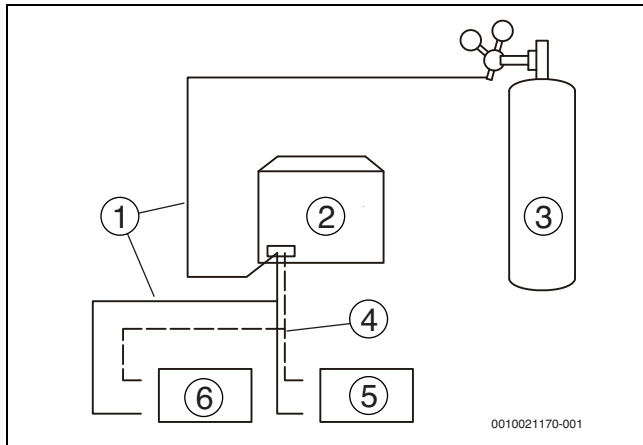

Fig. 13
4. Utilizar tapones ciegos para bloquear todas las aperturas del lado líquido (de gas), excepto las aperturas en la unidad interior que es la más distante de las unidades exteriores ("unidad interior A" en la imagen 13).